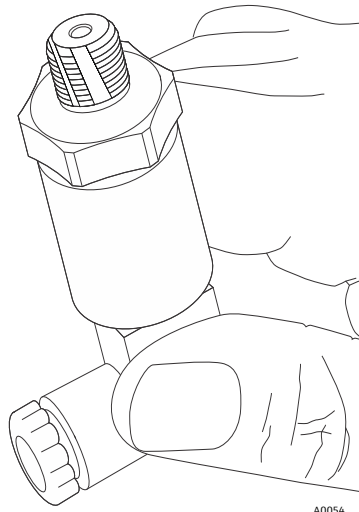

Abbildung 36: Dichtungsband ersetzen
17. Edelstahl-PTFE-Band um die Gewinde auf der Oberseite des Sensors wickeln. An der Basis der Gewinde beginnen und nach oben hin umwickeln; etwa drei Umwicklungen verwenden und darauf achten, die obere Gewindeöffnung nicht abzudecken. Siehe Abbildung 36.